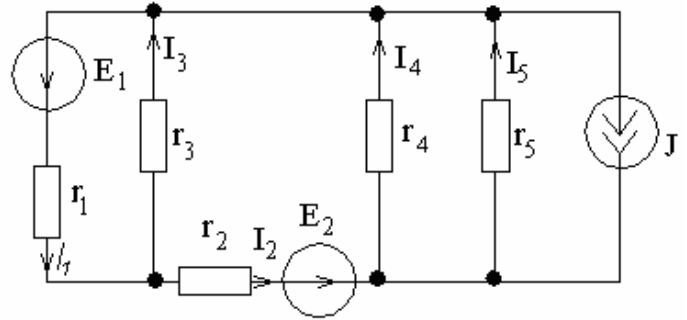

Рис. 43
13. Методом контурных токов найти токи в цепи (рис. 43), если $E_1=24$ В, $E_2=12$ В, $J=2$ А, $r_1 = 6$ Ом, $r_2 = 3$ Ом, $r_3 = 6$ Ом, $r_4 = 12$ Ом, $r_5 = 4$ Ом.